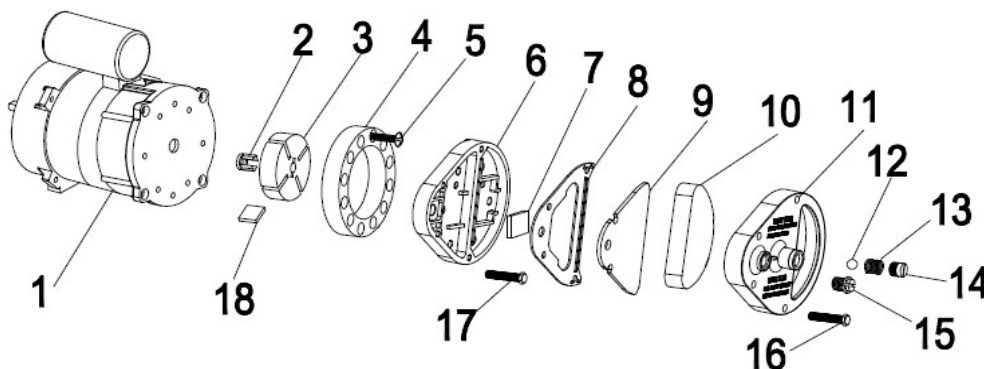

Abb. 3
Reinigen Sie die Luftfilter. Entfernen Sie die Endabdeckung des Filters (11), waschen Sie den Ansaugluftfilter (10) mit einem milden Reinigungsmittel und trocknen Sie ihn sorgfältig, bevor Sie ihn wieder einbauen. Ersetzen Sie den Auslassluftfilter (9) einmal jährlich (Abb. 3)